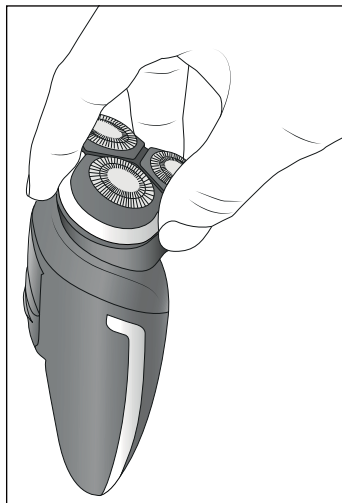

Fig. 2
- 1) Afferrare l'unità di taglio ❷ con tre dita dalle maniglie incassate ❸ e sfilarla (vedere fig. 2).